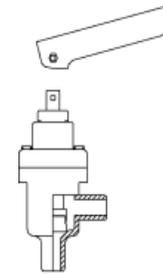

Figura 4
- ✓ Desajustar y retirar la manija de purga. (Figura 4)